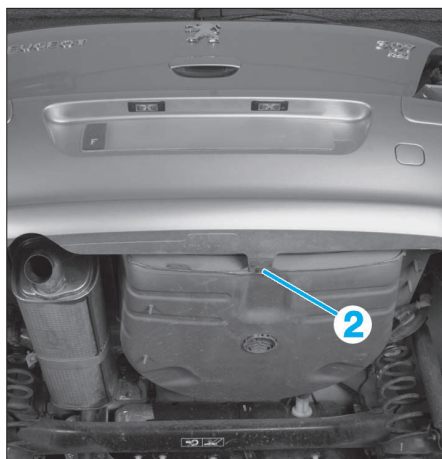

FIG. 107
- Déposer la vis (2) (Fig.107).